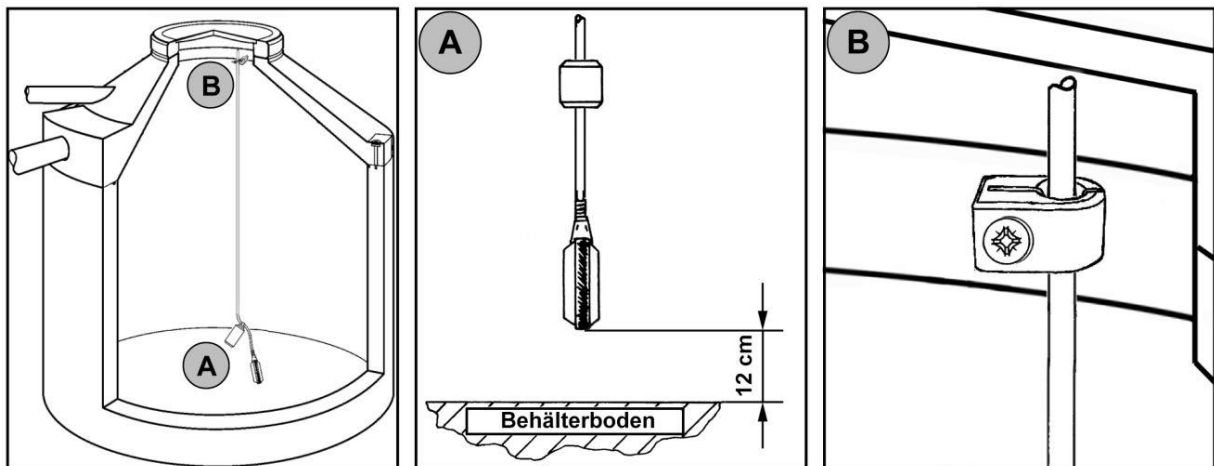

Abbildung 14: Schwimmerschalter installieren
- Schwimmerschalter so weit hochziehen, bis der Abstand zwischen Schwimmer und Behälterboden 12 cm beträgt, siehe Abbildung 14.